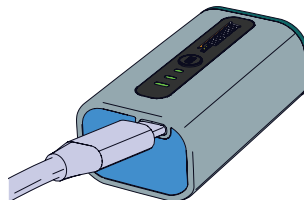

Figure 7
5. Brancher l'adaptateur/chargeur USB de type C au port de recharge de pile situé sur l'avant du boîtier de pile. (Figure 7)